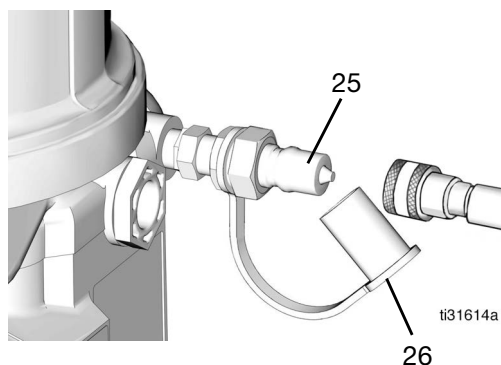

FIG. 23
- Limpie siempre el racor de entrada (25) (FIG. 23) con un paño limpio y seco antes de llenar el depósito. La suciedad y/o los residuos pueden dañar la bomba y/o el sistema de lubricación.
1. Quite el tapón antipolvo (26) y conecte la manguera de llenado al racor de entrada (25) (FIG. 23).